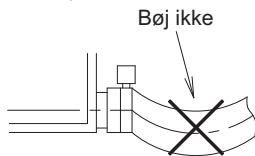

Fig. 26
- Bøj ikke drænslangen (1) inde i indendørsenheden. (Se fig. 26)